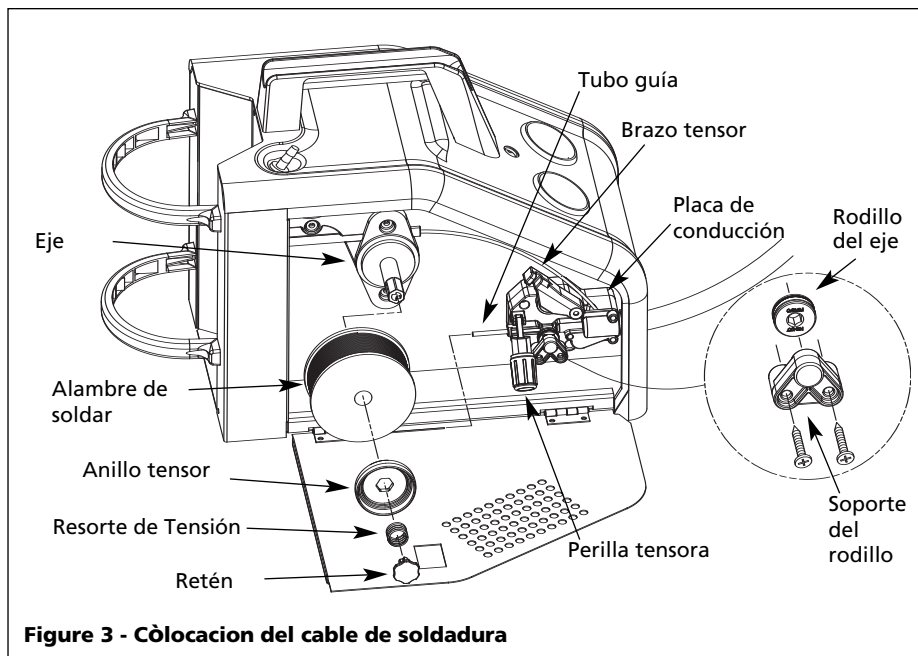

Figure 3 - Còlocacion del cable de soldadura
- a. El diámetro del cable de soldar coincide con la ranura del rodillo del mecanismo de alimentación (Ver Fig. 3). El rodillo de alimentación está marcado con medidas decimales: .6mm = .024", .8 - .9mm = .030 - .035"